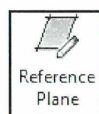

Fig. 09.07.
- Vælg *Create* - *Reference Plane* (Fig. 09.07).